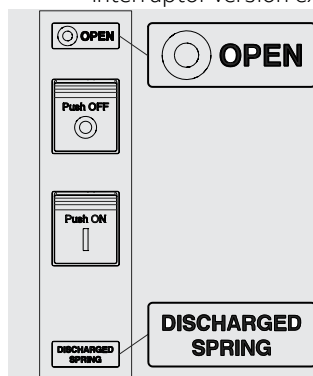

Figura 81
1. Interruptor abierto con resortes descargados (véase Figura 81).